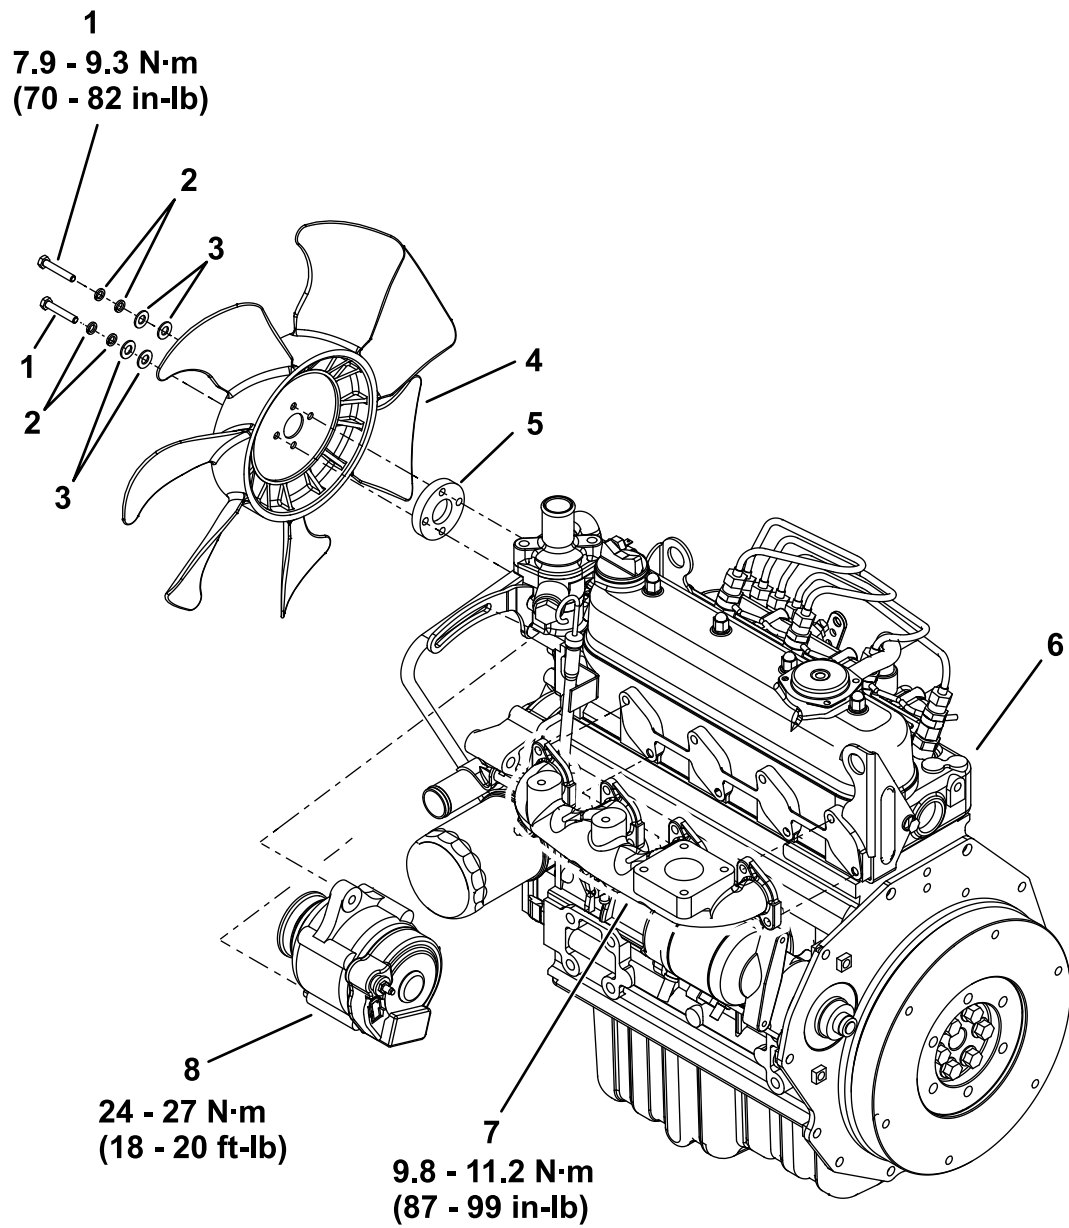

Figure 3
1. Déposez les pièces indiquées à la Figure 3 de l'ancien moteur et posez-les sur le moteur de rechange.